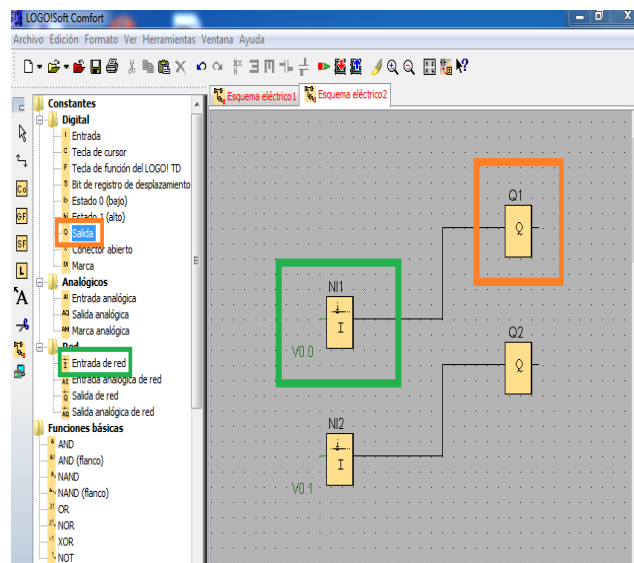

Figura 123: Esquema eléctrico.
6. Ejemplo con dos switch (Figura 123).